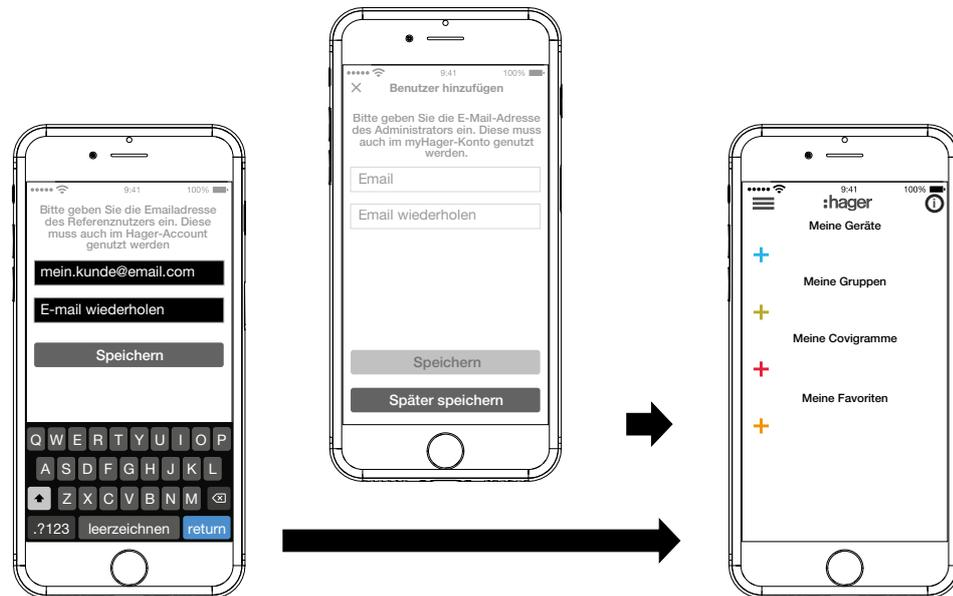

Bild 12: Kunden (Administrator) anlegen
- Zur Bestätigung die E-Mail-Adresse ein zweites Mal eingeben (*Bild 12*) und mit **Sichern** abschließen.